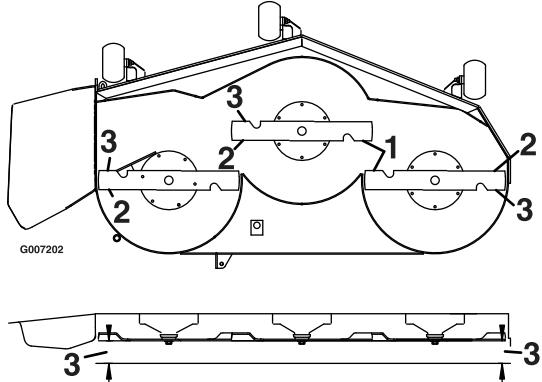

Figure 69
- Mesurez la distance entre les tranchants extérieurs et le sol plat (Figure 69). Si les deux mesures diffèrent de plus de 5 mm, un réglage s'impose. Poursuivez la procédure de mise à niveau.